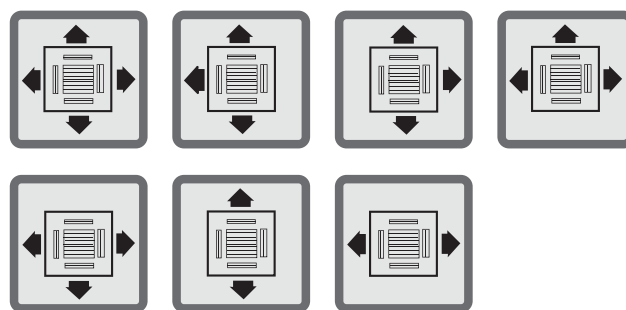
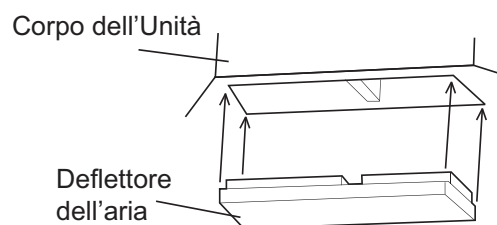

Fig. 2.3
Fig. 2.4
5. Selezionare le seguenti direzioni di uscita dell'aria, in base alle caratteristiche dell'ambiente e al luogo in cui l'Unità è installata (vedi Fig. 2.3). Se è necessario bloccare una parte dei condotti dell'aria, installare un deflettore sul condotto del corpo dell'Unità, per bloccare il flusso d'aria (vedi la Fig. 2.4).